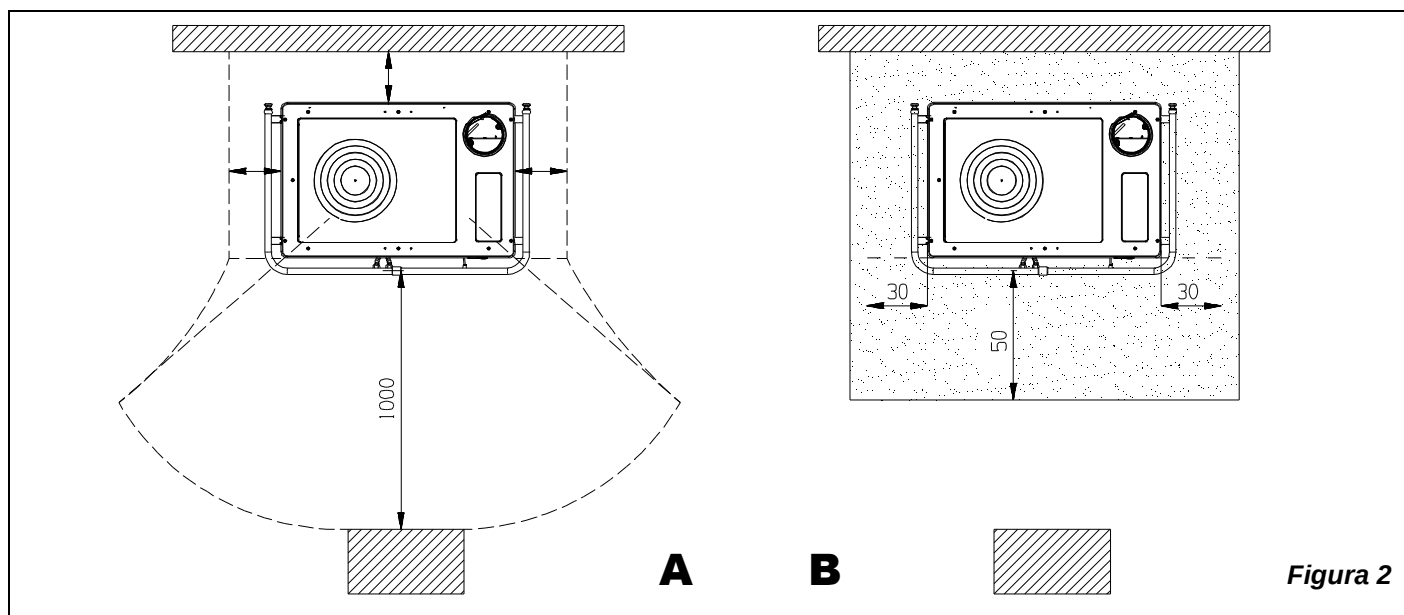

Figura 2
- Al fine di assicurare un sufficiente isolamento termico, rispettare la distanza minima di sicurezza dal retro e da entrambi i lati da elementi costruttivi ed oggetti infiammabili e sensibili al calore (mobili, rivestimenti di legno, stoffe ecc.) (vedi Figura 2 - A). **Tutte le distanze minime di sicurezza sono indicate sulla targhetta tecnica del prodotto e NON si deve scendere al di sotto dei valori indicati.**
- qualora il prodotto venga installato su un pavimento di materiale infiammabile, bisogna prevedere un sottofondo ignifugo. **I pavimenti in materiale infiammabile**, come moquette, parquet o sughero etc., **devono essere sostituiti** da uno strato di materiale non infiammabile, ad esempio ceramica, pietra, vetro o acciaio etc. (dimensioni secondo l'ordinamento regionale). Il sottofondo deve sporgere frontalmente di almeno **50 cm** e lateralmente di almeno **30 cm** oltre all'apertura della porta di carico (Figura 2 B).